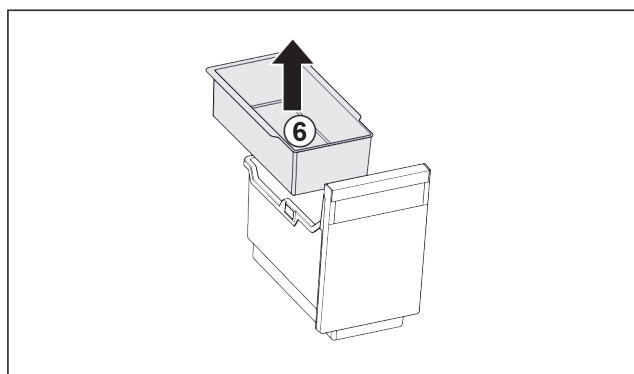

Fig. 85
- ▶ Ta ut brettet Fig. 85 (6).